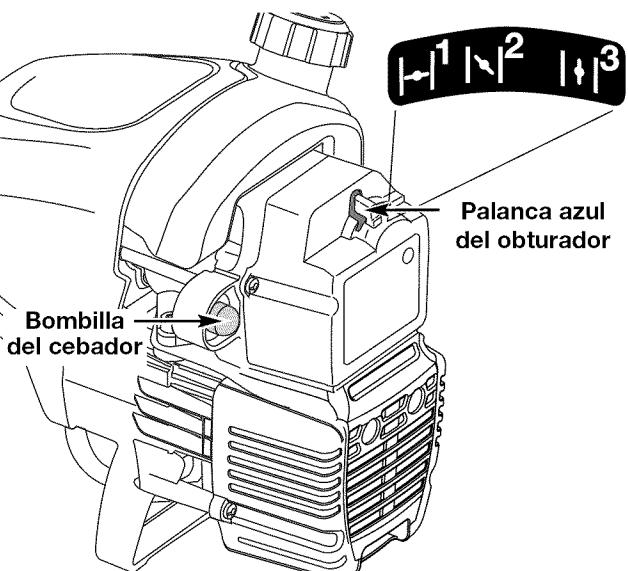

Fig. 20
3. Coloque la palanca azul del obturador en la **Posición 1** (Fig. 20).
5. Coloque la palanca azul del obturador en la **Posición 2** (Fig. 20).
SI... el motor titubea, regrese la palanca del obturador a la Posición 2 (Fig. 20) y siga calentándolo.